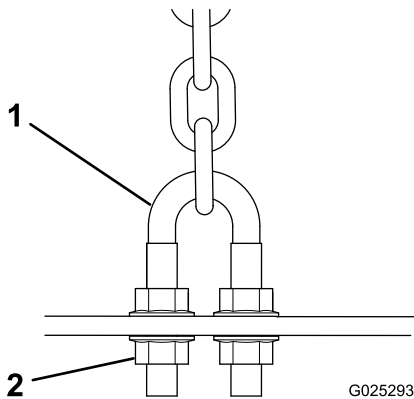
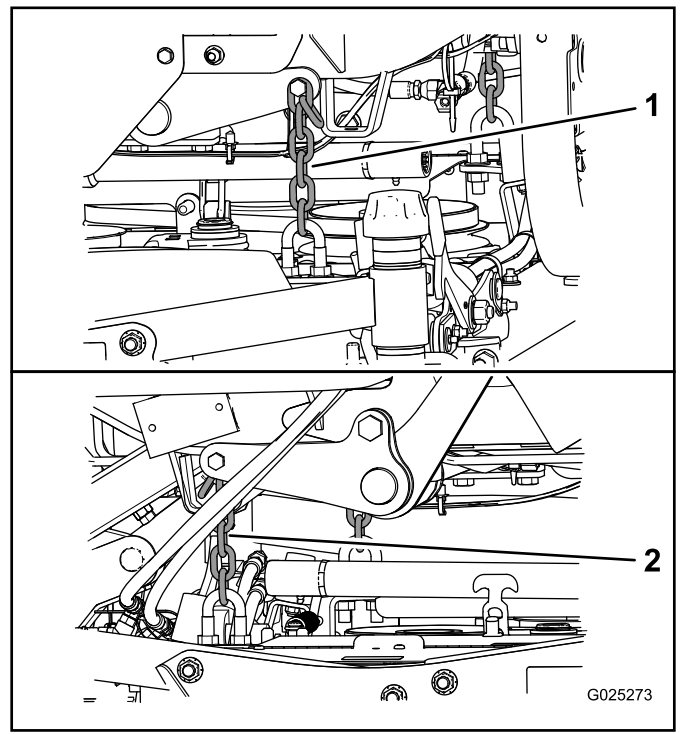

Figure 8
Figure 9
7. Ajustez les écrous de blocage des étriers filetés (Figure 8) qui fixent les chaînes de plateau arrière (Figure 9) au plateau pour élever l'arrière du plateau de coupe de sorte à obtenir une inclinaison de la lame de 8 à 11 mm.
8. Ajustez les écrous de blocage qui fixent les chaînes au plateau de coupe jusqu'à ce que le plateau de coupe soit de niveau (Figure 9).